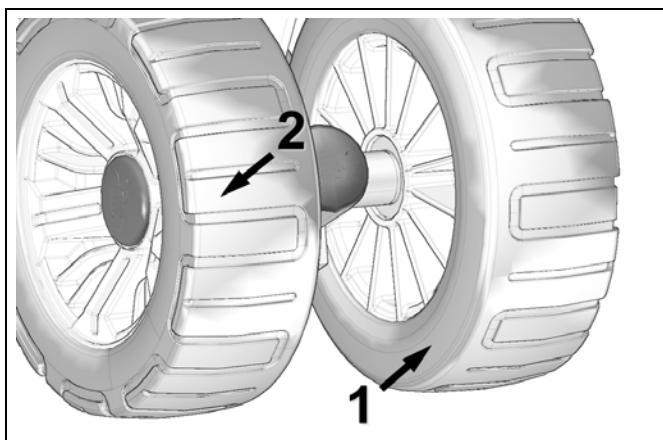

Figure 48
Vérifier l'usure des roues d'uréthane sur la bande de contact intérieure (1) et entre les profils des crampons (2). Si la bande est usée ou perforée ou le pneu est craquelé entre les profils, remplacer la roue. Elle n'offre plus un support adéquat à la chenille et les guides peuvent s'user prématurément. Voir la Figure 48.